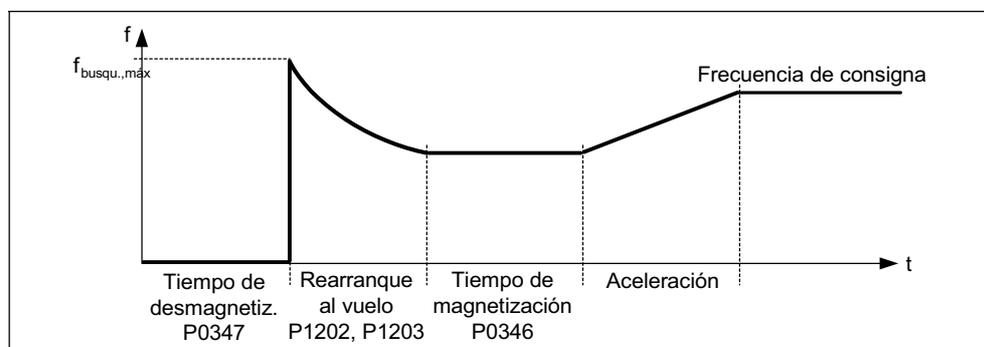

Figura 3-61 Re arranque al vuelo
Según se ajuste en el parámetro P1200 y una vez acabado el tiempo de desmagnetización P0347 se inicia el rearranque al vuelo con la frecuencia de búsqueda máxima $f_{búsqueda.máx.}$ (véase Figura 3-61).
- Característica V/f (P1300 < 20): Con la velocidad de búsqueda que resulta del calculo en P1203, se disminuye la frecuencia de búsqueda en función de la intensidad del circuito intermedio. A la vez se aplica al motor la intensidad de búsqueda parametrizada en P1202. Si la frecuencia de búsqueda se encuentra cercana a la frecuencia del rotor, cambia repentinamente la intensidad del circuito intermedio, ya que el flujo en el motor aumenta. Una vez alcanzado ese estado, la frecuencia de búsqueda permanece constante y la tensión de salida cambia al valor de tensión de la característica V/f durante el tiempo de magnetización P0346, (véase Figura 3-61).